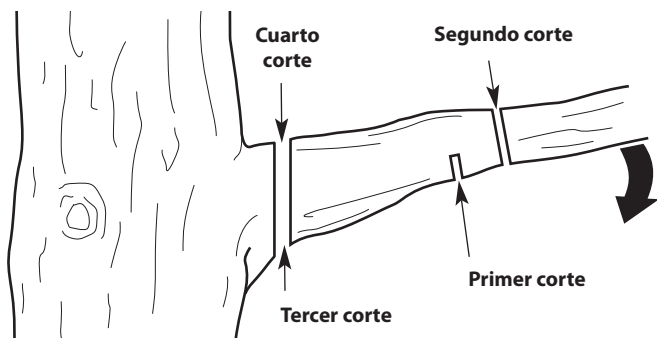

Fig. 13
2. Realice el primer corte aproximadamente a 6 pulgadas (15 cm) del tronco del árbol. Corte hacia arriba, desde la parte de abajo de la rama. Use la parte superior de la barra de guía para hacer este corte. Corte hasta un tercio del diámetro de la rama (Fig. 13).
3. Haga el segundo corte de 2 a 4 pulgadas (5 - 10 cm) más afuera en la rama. Corte hacia abajo, desde la parte de arriba de la rama. Use la parte inferior de la barra de guía para hacer este corte. Corte atravesando totalmente la rama (Fig. 13).
4. Haga el tercer corte lo más cerca posible del tronco del árbol. Corte hacia arriba, desde la parte de abajo del muñón de la rama. Use la parte superior de la barra de guía para hacer este corte. Corte hasta un tercio del diámetro de la rama (Fig. 13).
5. Realice el cuarto corte directamente encima del tercero. Corte hacia abajo, desde la parte de arriba del muñón de la rama. Use la parte inferior de la barra de guía para hacer este corte. Corte atravesando totalmente el muñón de la rama hasta alcanzar el tercer corte (Fig. 13). Así se retira el muñón de rama.